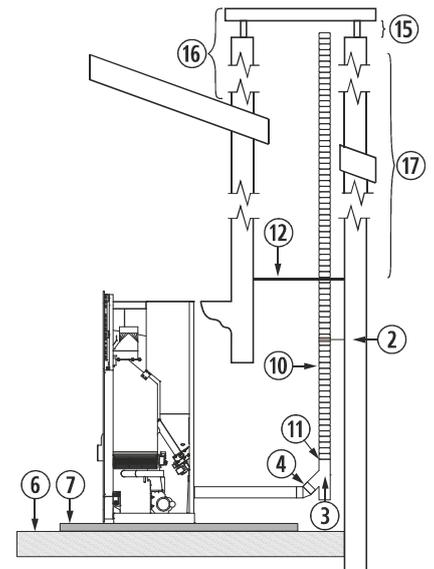

Figura 12
Le stufe modelli *Venecia* e *Ibiza* sono realizzati con le bocche di aria canalizzata di  $\varnothing 116\text{cm}$ . In caso di non voler incanalare attraverso il condotto dell'aria della convezione, opzionalmente possono essere sostituiti i dispositivi per incanalare (④) per uscite dirette verticali (③) (vedi *figura 12*). Per avere un migliore accesso alle alette in momento di sostituirli, si consiglia di rimuovere prima il cestello superiore con 4 viti ancorati alle loro estremità.